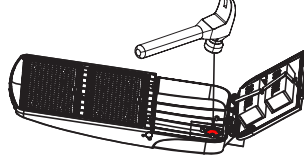

Figure 2
2. Utilisez un marteau pour défoncer la pièce prédécoupée sur la zone spécifiée à l'arrière du luminaire (la cellule photoélectrique pointera vers le haut lorsque le luminaire est installé). (Figure 2)